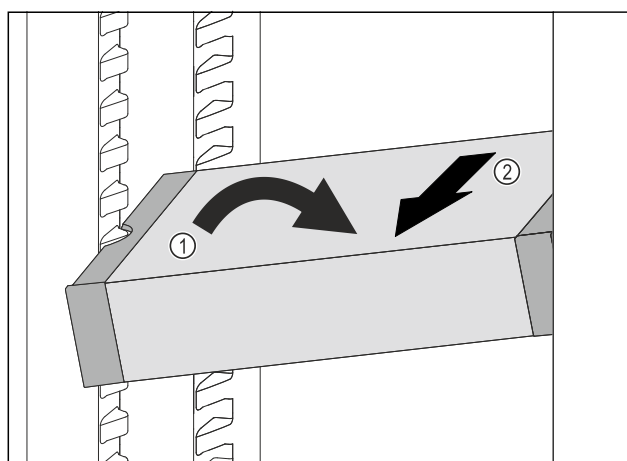

Fig. 105
- VarioSafe postavte v chladničce šikmo. Fig. 105 (1)
- VarioSafe odeberte směrem dopředu. Fig. 105 (2)